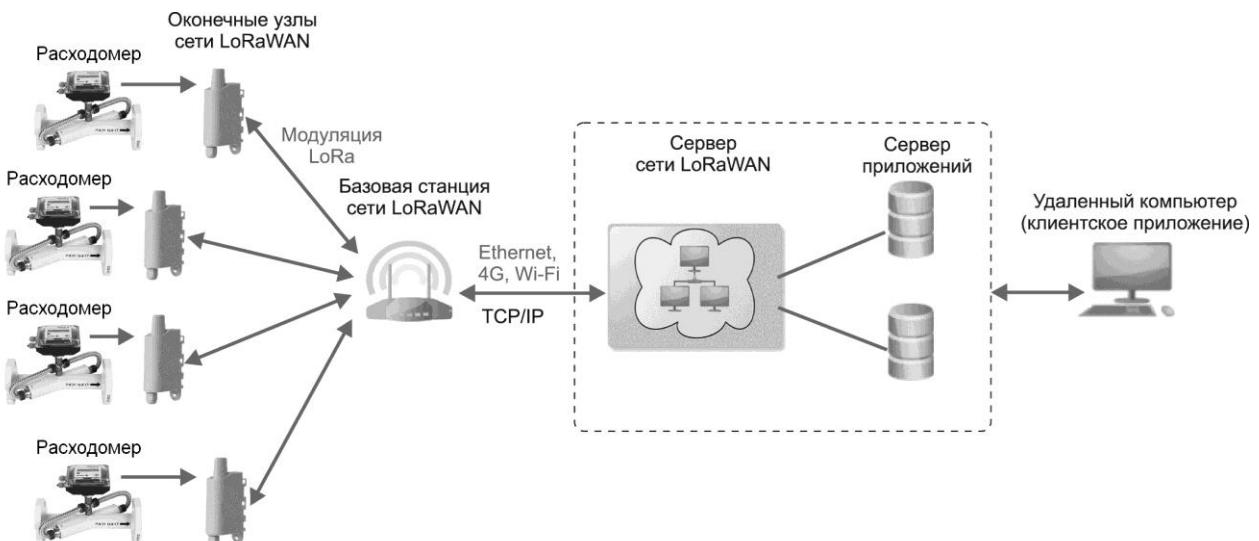

Рис.32. Схема организации обмена по LoRaWAN сети.
7.1.2. Принцип работы LoRaWAN сети приведен на рис.32.